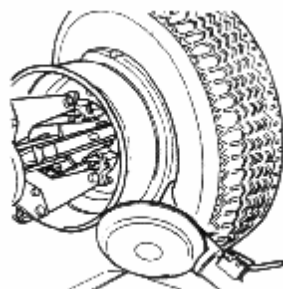

Рисунок 12
11.7. Вращением по часовой стрелке клипер установить в самую нижнюю точку, за это время внутренняя боковина шины должна встать на место (рисунок 12)